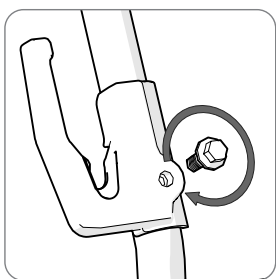

Fig 5
- Enlevez les deux boulons de fixation. (Fig. 5)